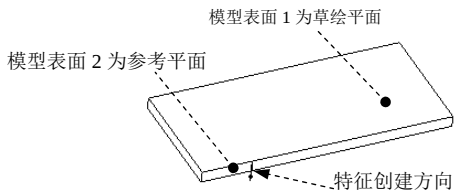
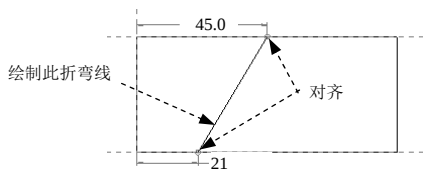

图 11.5.5 定义草绘平面
图 11.5.6 绘制折弯线
Step4. 绘制折弯线。单击 **折弯线** 按钮, 选取图 11.5.5 所示的模型表面 1 为草绘平面, 单击该界面中的 **草绘...** 按钮, 在弹出的“参考”对话框中选取图 11.5.5 所示模型表面 2 以及对侧的面为参考平面, 再单击对话框中的 **关闭(C)** 按钮; 进入草绘环境后, 绘制图 11.5.6 所示的折弯线。